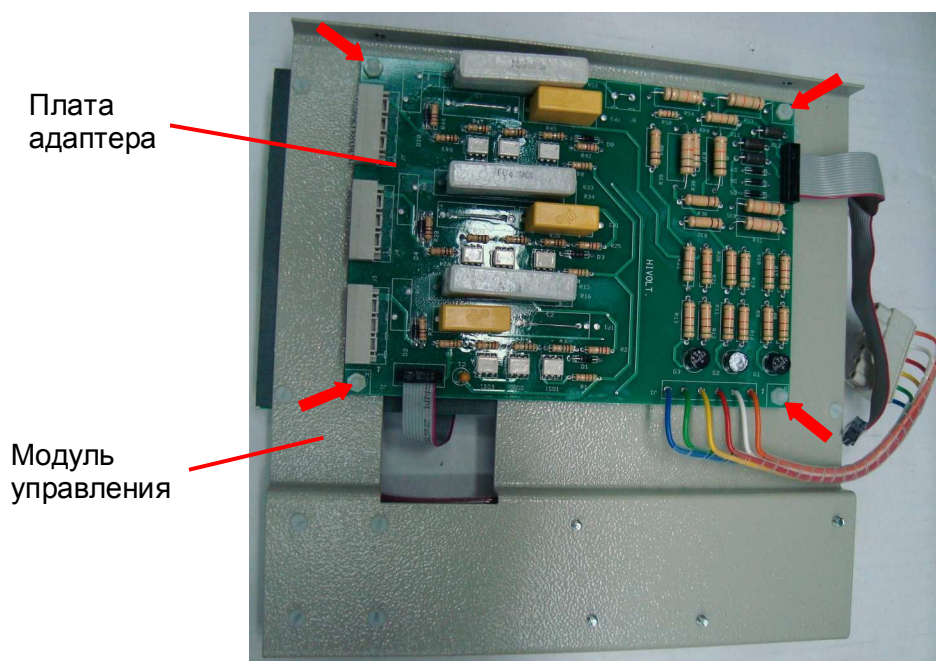

Рис. 7.22
7.8.3. Установить плату адаптера на модуль управления согласно рис. 7.22 и зафиксировать ее четырьмя пластмассовыми гайками (рис. 7.22, красные стрелки).